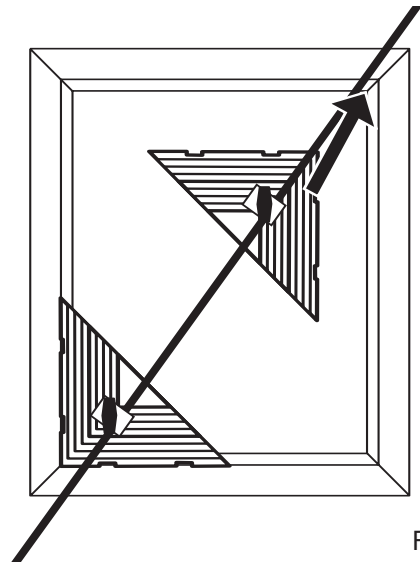

Fig. 3
Étape 1 – Desserrez les molettes de réglage des deux triangles d'alignement et glissez le triangle A dans l'angle inférieur gauche du cadre en prenant soin que les bords du triangle d'alignement s'adaptent bien dans l'angle du cadre. Serrez fermement la molette (mais sans excès). (Fig. 3).
Schritt 1 - Lösen Sie die Einstellknöpfe auf beiden Ausrichtungsdreiecken und schieben Sie Dreieck A in die untere rechte Ecke des Rahmens. Achten Sie dabei darauf, dass die Kanten des Dreiecks ganz in die Rahmenecke geschoben werden. Ziehen Sie den Knopf fest (nicht überziehen). (Abb. 3)
Procedura 1 – allentare le manopole di regolazione sui due triangoli di allineamento e far scorrere il triangolo A verso l'angolo inferiore sinistro della cornice facendo attenzione che i bordi del triangolo coincidano perfettamente con l'angolo della cornice. Serrare la manopola perché tenga (non serrarla eccessivamente) (Fig. 3).
Paso 1: afloje los botones de ajuste en ambos triángulos de alineación y deslice el Triángulo A hacia la esquina inferior izquierda del marco cuidando que los bordes del triángulo de alineación se ajusten perfectamente a la esquina del marco. Ajuste el botón hasta que quede firme, sin excederse. (Fig. 3).